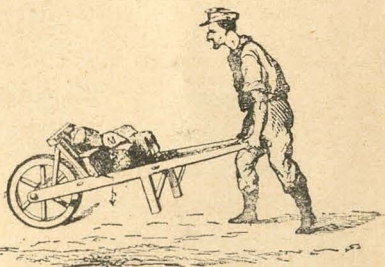

Fig. 13.—La palanca de segundo género.
2.º *La de segundo género*, (fig. 13) cuya resistencia está situada entre la potencia y el punto de apoyo.